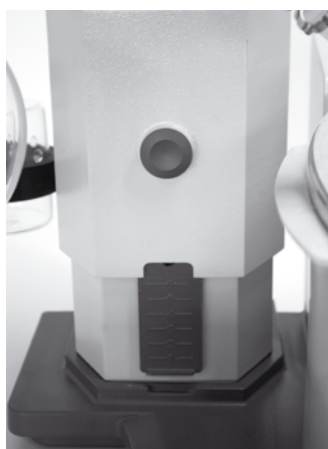

рис. 19
- ☞ Установите упор (Q) в нужное положение (рис. 19).